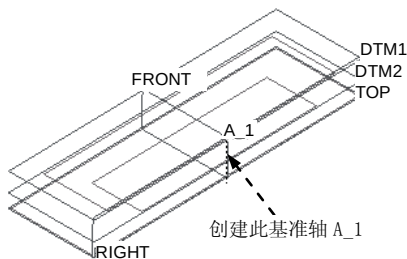

图 8.8.10 创建基准轴 A_1
Step6. 创建图 8.8.10 所示的基准轴 A_1。单击 **模型** 功能选项卡 **基准** 区域中的“轴”按钮 , 选取 FRONT 基准平面和 RIGHT 基准平面为参考平面, 单击对话框中的 **确定** 按钮。